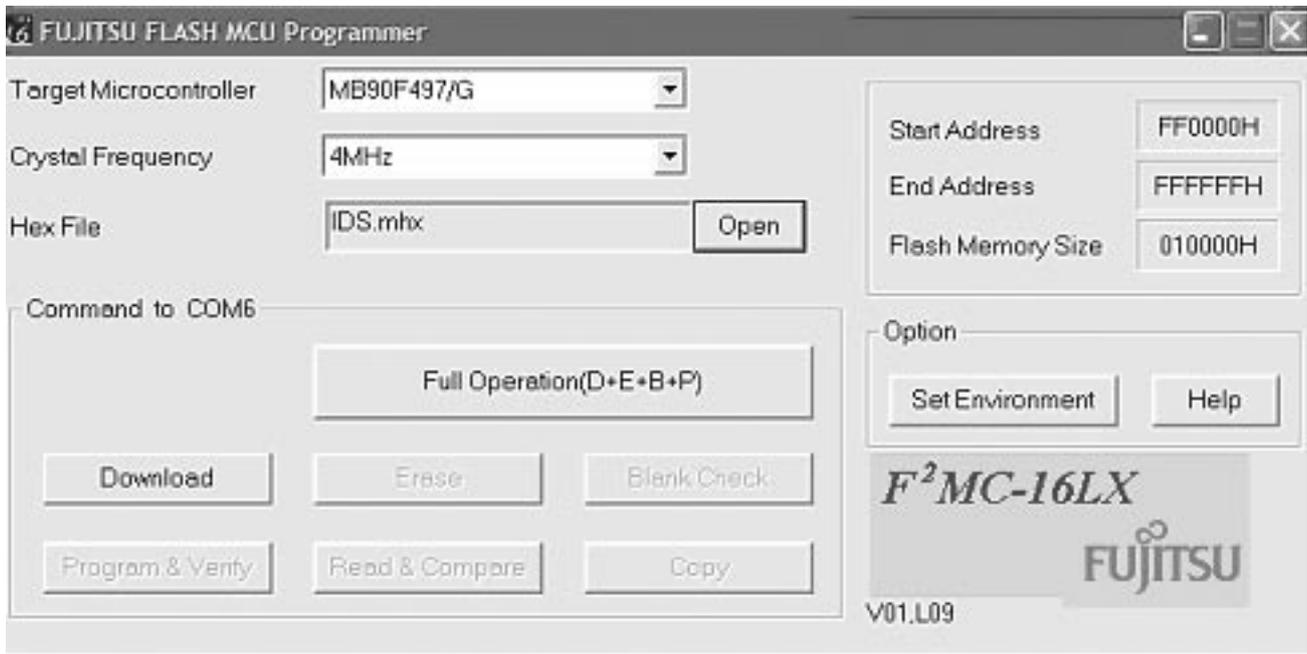

Abb. 10
4. Den Mikroprozessor MB90F497/G und die Crystal frequency 4MHz anwählen (siehe Abbildung 10). Das Programm auswählen, das geladen werden soll (Hex file), die Taste Set Environment betätigen, um die Nummer des seriellen Ports des PCs anzuwählen, an dem der Verbinder angeschlossen ist, und die Taste Full Operation drücken. Jetzt beginnt die Programmierung mit der neuen Software.